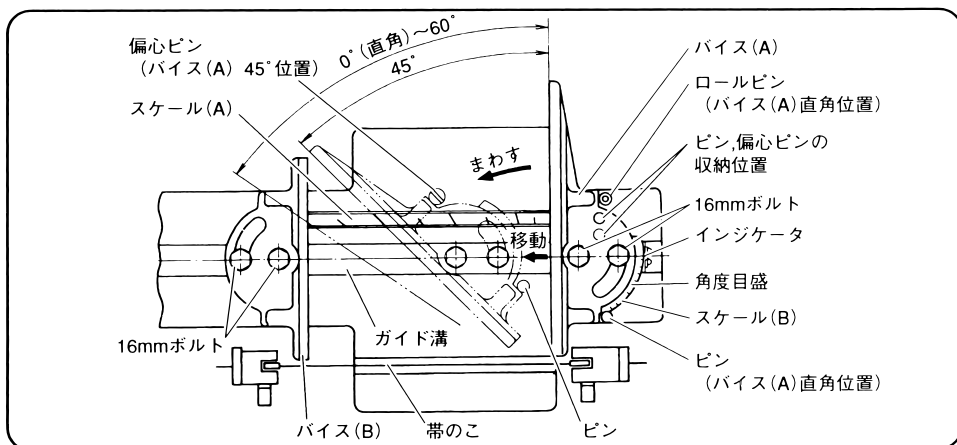

図 18
- 45° 角度切り以外の場合、ピンはバイス(A)の収納位置に(図 18 参照)に収納してください。
(図 18)
バイス(A)45° 位置に偏心ピンをさし込み、偏心ピンとピンにバイス(A)を押しつけます。角度の微調整は、偏心ピンを⊖ドライバーで、左または右方向にまわしてください。(図18)